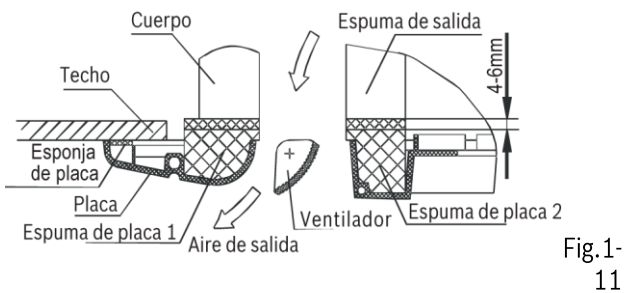

Fig.1-11
- Seguir ajustando los tornillos debajo de los ganchos del panel hasta que el grosor de la espuma entre el cuerpo y el panel se redujo a aprox. 4~6mm. El borde del panel debe tener contacto con el techo. (véase fig. 1.11)